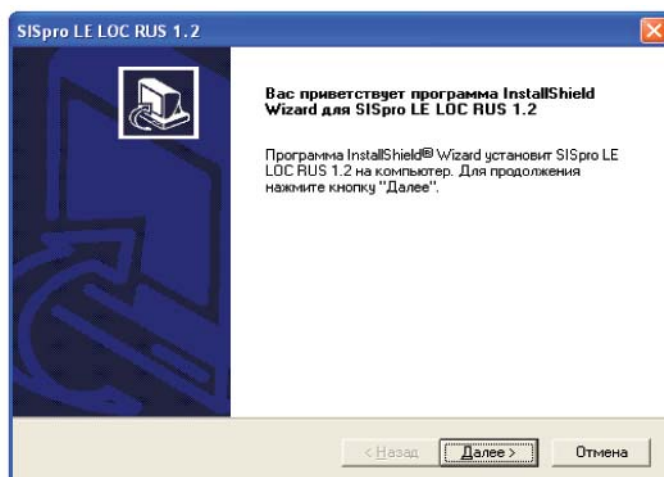

Рис. 22
- 3) Запускается “Мастер установки” (рис. 22). Следуйте его указаниям (кнопка “Далее” и т.п.).